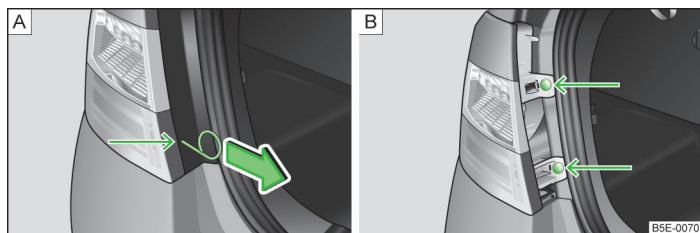

Fig. 229 Smontaggio coperchio/luci
- Inserire la staffa per l'estrazione dei copriuota integrali » pagina 248, *Attrezzatura di bordo* nei fori sul punto contraddistinto dalla freccia » fig. 229 - [A].
- Estrarre il coperchio nella direzione indicata dalla freccia » fig. 229 - [A].
- Svitare le luci utilizzando la chiave presente nell'attrezzatura di bordo » fig. 229 - [B].